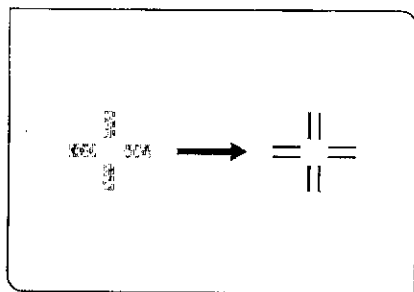

図 107
(図107, 108)
- 3) 接眼レンズの視度補正を行って写真マスクに先にピントを合わせておきます。レチクルが2本にシャープに判別できるようにしてください。(図107)